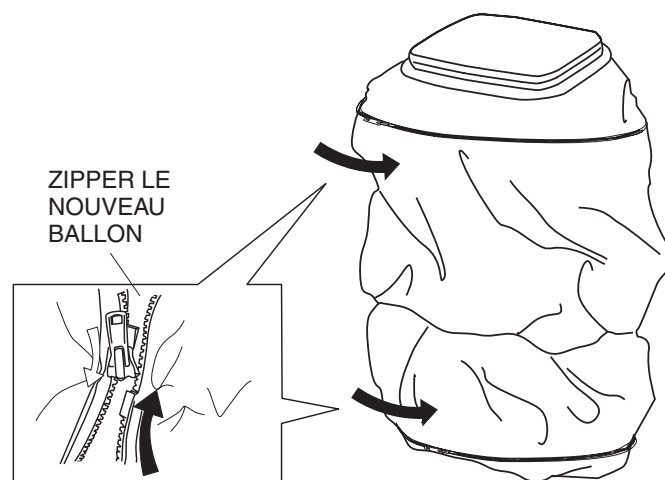

Figure 34. Zipper le nouveau ballon
4. Zipper la fermeture éclair au haut et au bas du nouveau ballon. Voir Figure 34.